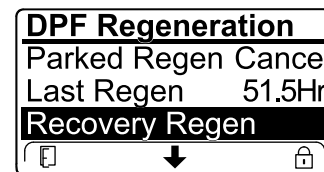

Figure 60
- Si le calculateur moteur n'a pas demandé de régénération d'urgence et que vous naviguez jusqu'à l'option RECOVERY REGEN, la régénération d'urgence se bloque et l'icône de blocage (Figure 60) apparaît en bas à droite de l'InfoCenter.